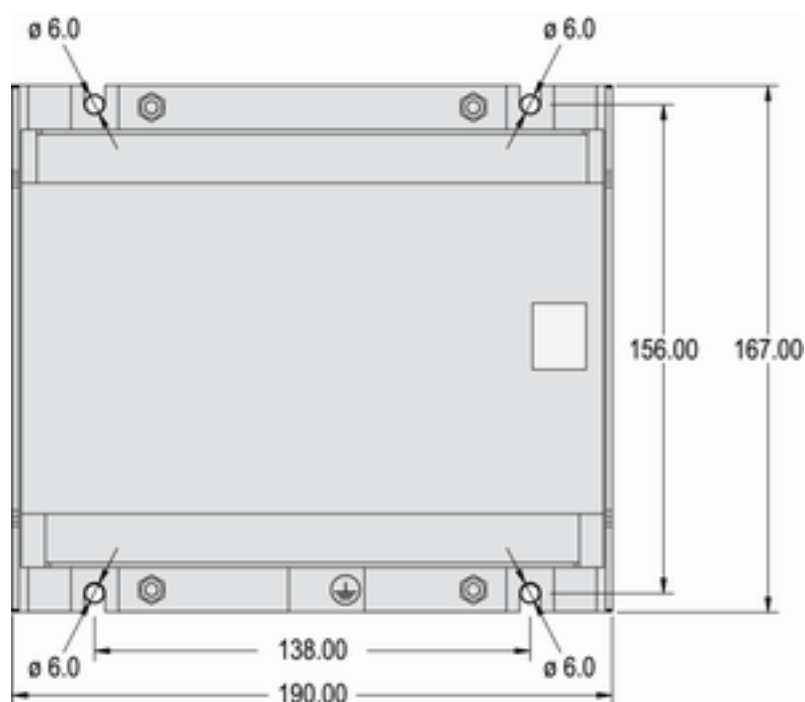

Abb. 9: Blechgehäuse - Bohrschema
1. Bohren Sie die Löcher entsprechend den Abmessungen in Abb. 9 (Abmessungen in mm dargestellt).